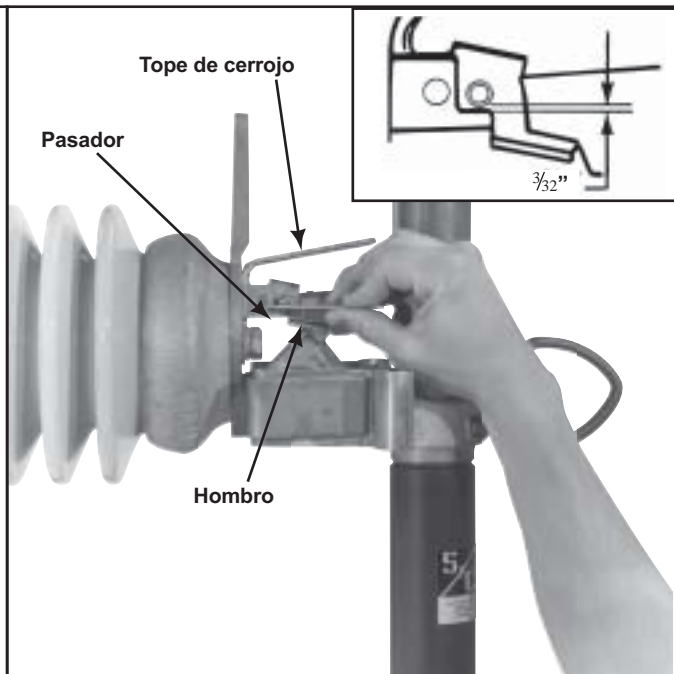

Figura 6. Revisión de la separación entre el pasador del conjunto de enganche y la pieza fundida de contacto del hombro.
Un fusible SMD fabricado antes del otoño de 1963 no se puede cerrar de golpe. Le falta el tope de cerrojo que se indica en la Figura 6, y por ello se debe cerrar con un movimiento fuerte y parejo hasta el final. O se puede cerrar con una operación de dos etapas: (1) mueva la unidad fusible hacia arriba hasta que se ponga contra el contacto superior; y (2) empuje la unidad fusible hacia el contacto con un movimiento parejo hasta el final. Estos métodos de cerrado les dan a los elementos de enganche el tiempo para asentar correctamente y evitan que la unidad fusible se salga del contacto.
de enganche y el hombro de la pieza fundida de contacto inferior. Vea la Figura 6. Se proporciona un indicador, que está fijo al conjunto de enganche. Si la separación es menor al grosor del indicador ( $\frac{3}{32}$  de pulgada) vuelva a ajustar el conjunto de contacto de enganche superior moviéndolo hacia el conjunto de bisagra hasta obtener una separación de  $\frac{3}{32}$  de pulgada. Nota: El alejar o cercar el conjunto de contacto de enganche superior de la punta de bisagra del soporte puede provocar un descentramiento de los contactos de ala con respecto a los contactos estacionarios. (Los contactos estacionarios se pueden extender tanto como  $\frac{1}{8}$  de pulgada más allá de los contactos de ala durante el ajuste). Dicho descentramiento es aceptable, pero los contactos de ala deben seguir acoplándose a escuadra con los contactos estacionarios.